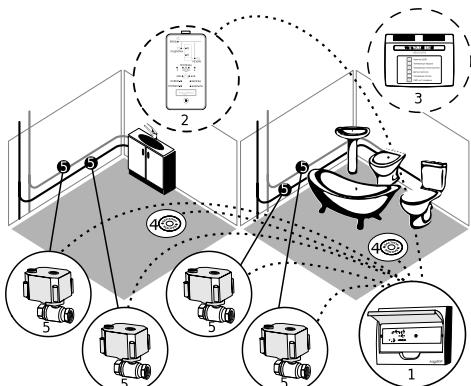

Рис. 7.2.1.1
Конфигурация: модуль управления (1), датчики протечки (4), краны с электроприводом (5) (оPTIONO - выносной пульт управления (2), GSM-информатор (3)). Краны (5) с электроприводом устанавливаются как показано на рис. 7.2.1.1. В случае если требуется подключение 4-х кранов допускается параллельное подключение кранов. Датчики протечки (4) устанавливаются на полу в местах возможного скопления воды при авариях и протечках (в санузлах, на кухне, под раковинами, унитазом и т. п.). При подаче питания модуль управления переходит в режим «ЗАКРЫТО/АВАРИЯ», при этом все краны будут перекрыты. Нажатием кнопки модуль управления включит режим «ОТКРЫТО», при этом все краны (5) откроются. Используемые группы подключения кранов - КРАН 1 и КРАН 2.